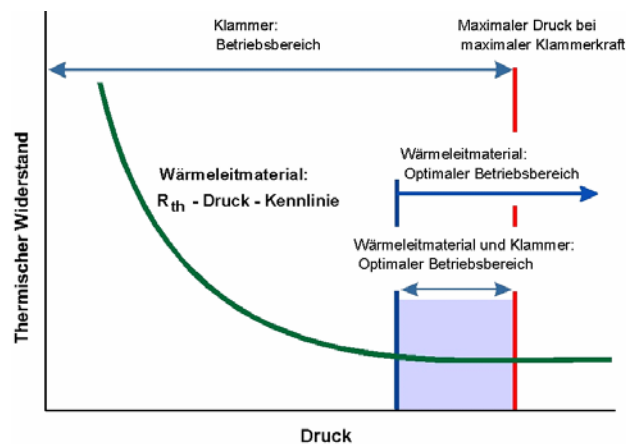

Bild 3:
- optimales Zusammenwirken: R_{th} - Klammerkraft (Bild 3)